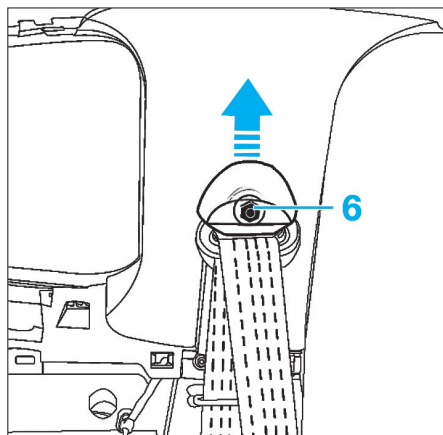

FIG. 25
- Dégrafer le cache supérieur puis déposer la vis (6) de renvoi de ceinture de sécurité (Fig.25).